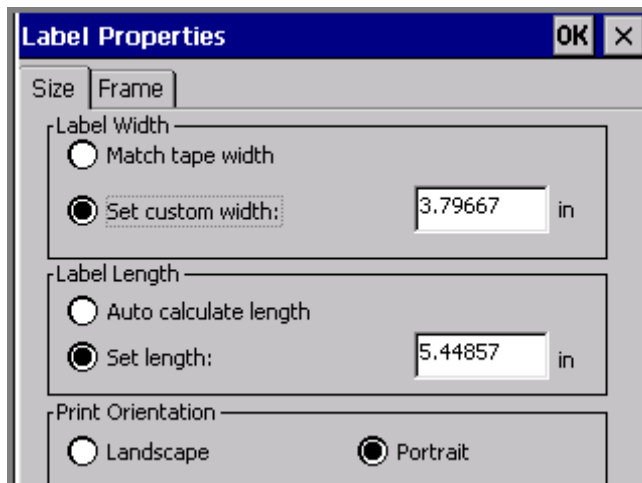

Рис. 6-14. Вкладка **Size** (размер) окна **Label Properties** (характеристики этикеток)
- **Size** (размер) – для регулировки размеров этикеток (см. рис. 6-14).
Для изменения размеров этикетки и установки ориентации при печати применяются опции вкладки **Size** (размер), приведенные на рис. 6-14.